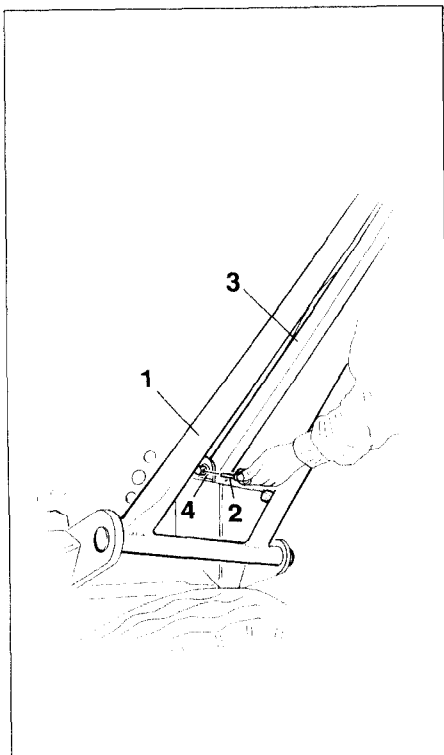

Fig. 20.7
- Tenez fermement le timon (fig. 20.7/1) puis retirez la goupille agricole (fig. 20.7/2).
- Tirez de son logement (fig. 20.7/3) le tirant (fig. 20.7/4) et rabattez le simultanément vers le bas.
N'introduisez jamais les mains entre le timon (fig. 20.7/1) et le tirant (fig. 20.7/3) !
- Fixez le timon comme indiqué à la figure 20.7, et verrouillez en sécurité.